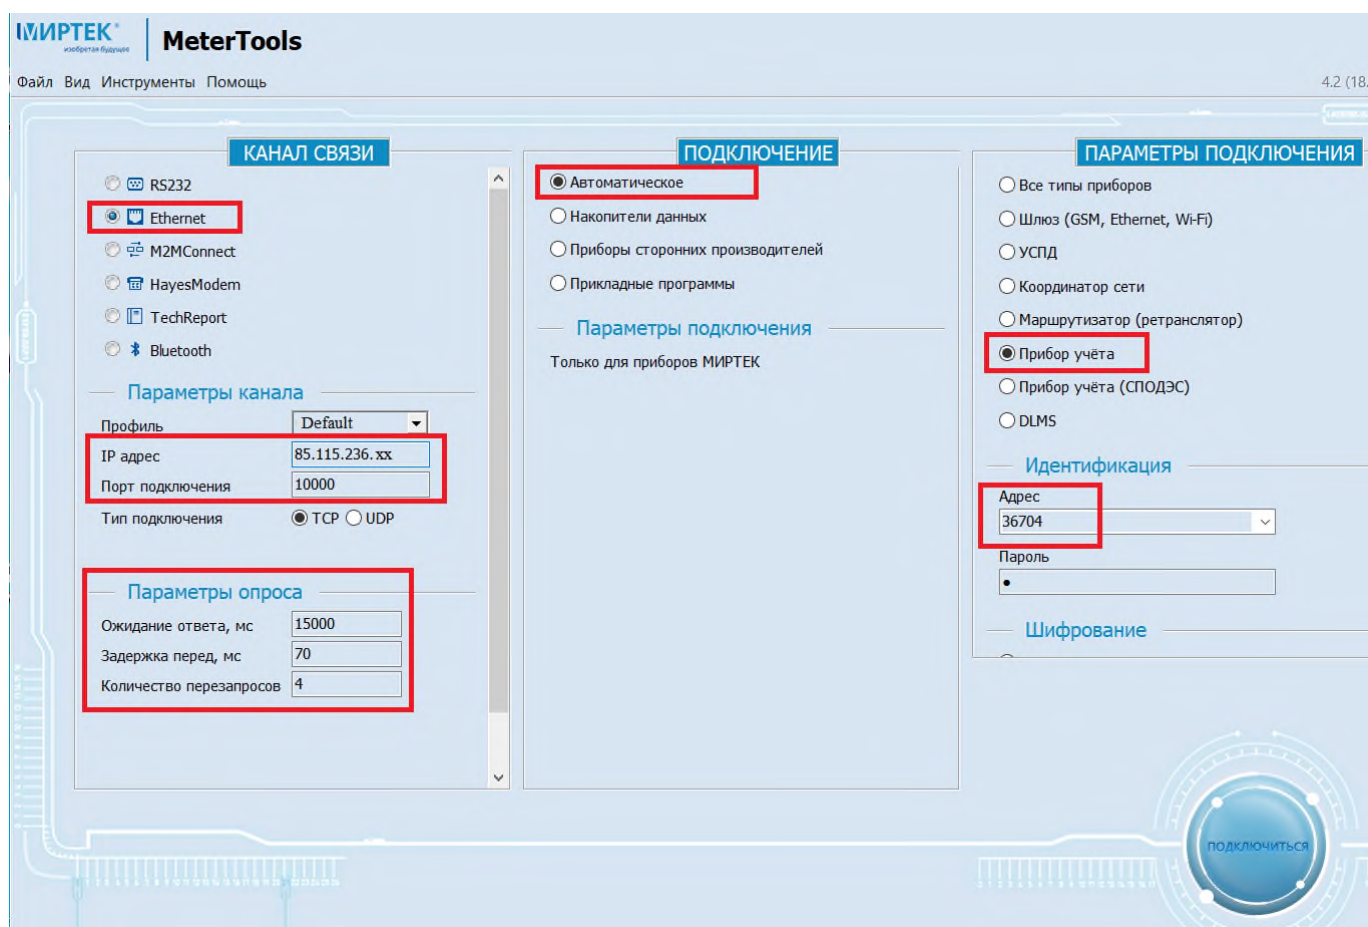

Рисунок 2.5. Пример ввода параметров для подключения «Ethernet».
8. После ввода параметров (рис. 2.5) нажать кнопку «Подключиться».